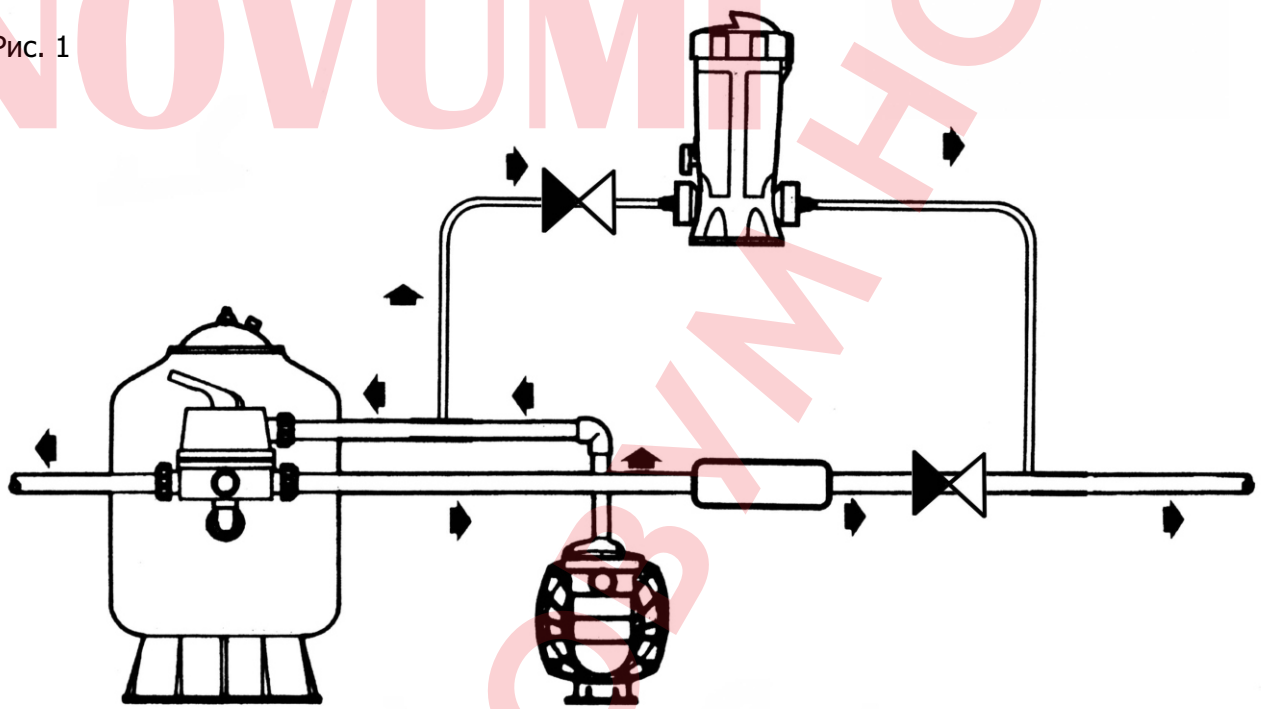

Рис. 2
**Внимание!** Если поток воды превышает 15 м3/ч, рекомендуется установить дозатор на отдельный трубопровод, как показано на рис. 2. Такая инсталляция необходима, чтобы избежать повреждения дозатора, которое может быть вызвано слишком сильным потоком.